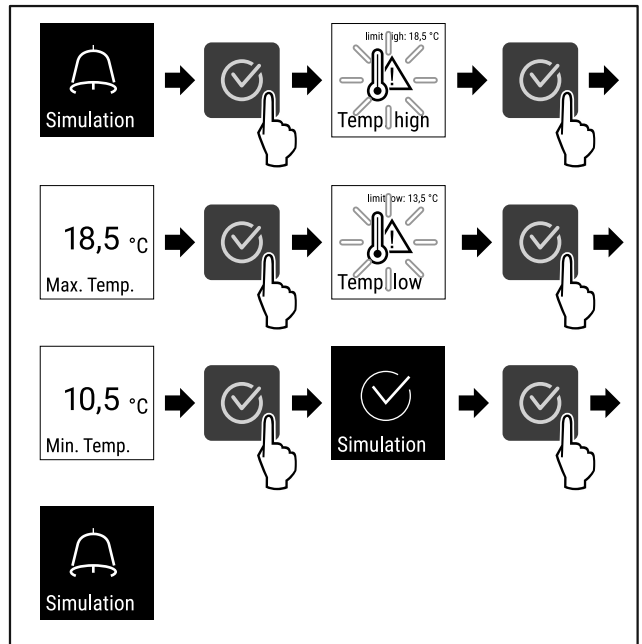

Fig. 108
- ▶ Følg anvisningene (se Fig. 108).